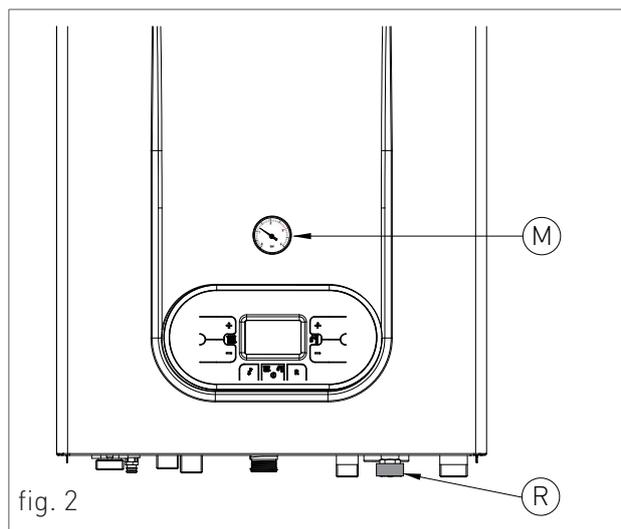
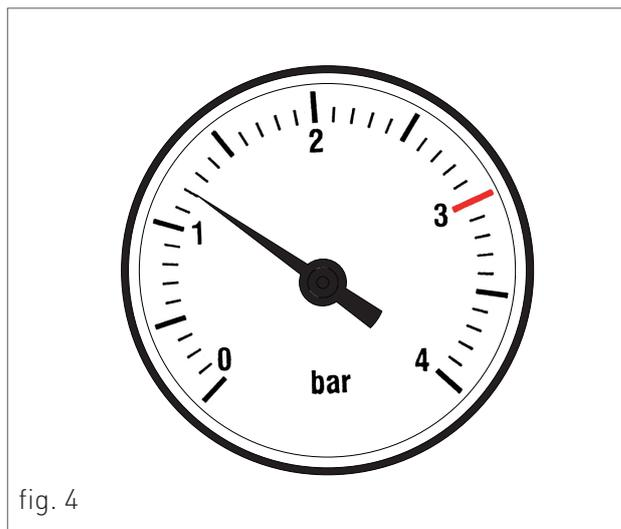

fig. 2
fig. 4
Pour la mise en place, procéder comme suit (voir fig. 2) :
4. ouvrir le robinet de remplissage "R" (fig. 2);
6. contrôler à travers le manomètre "M" (fig. 2) que la pression de l'installation atteigne 1.2 bar (fig. 4);
7. au terme de cette opération, s'assurer que le robinet de remplissage "R" (fig. 2) est bien fermé.
10. Si au terme de ces opérations, on détecte une baisse de la pression de l'eau dans le circuit, ouvrir de nouveau le robinet de remplissage "R" jusqu'à ce que la pression indique 1,2 bars sur le manomètre (fig. 4).